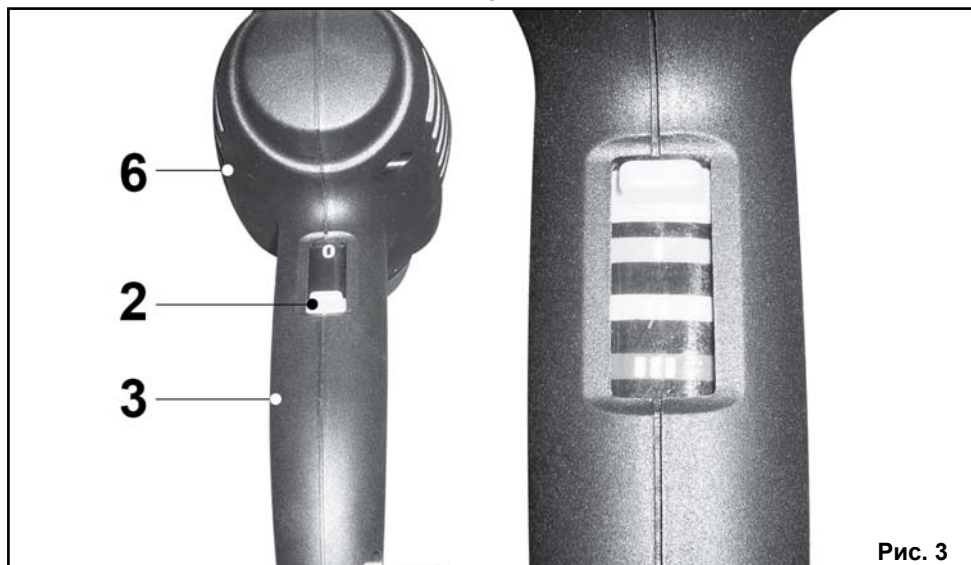

Рис. 3
**7.1 Переключение режимов (Рис.3).**